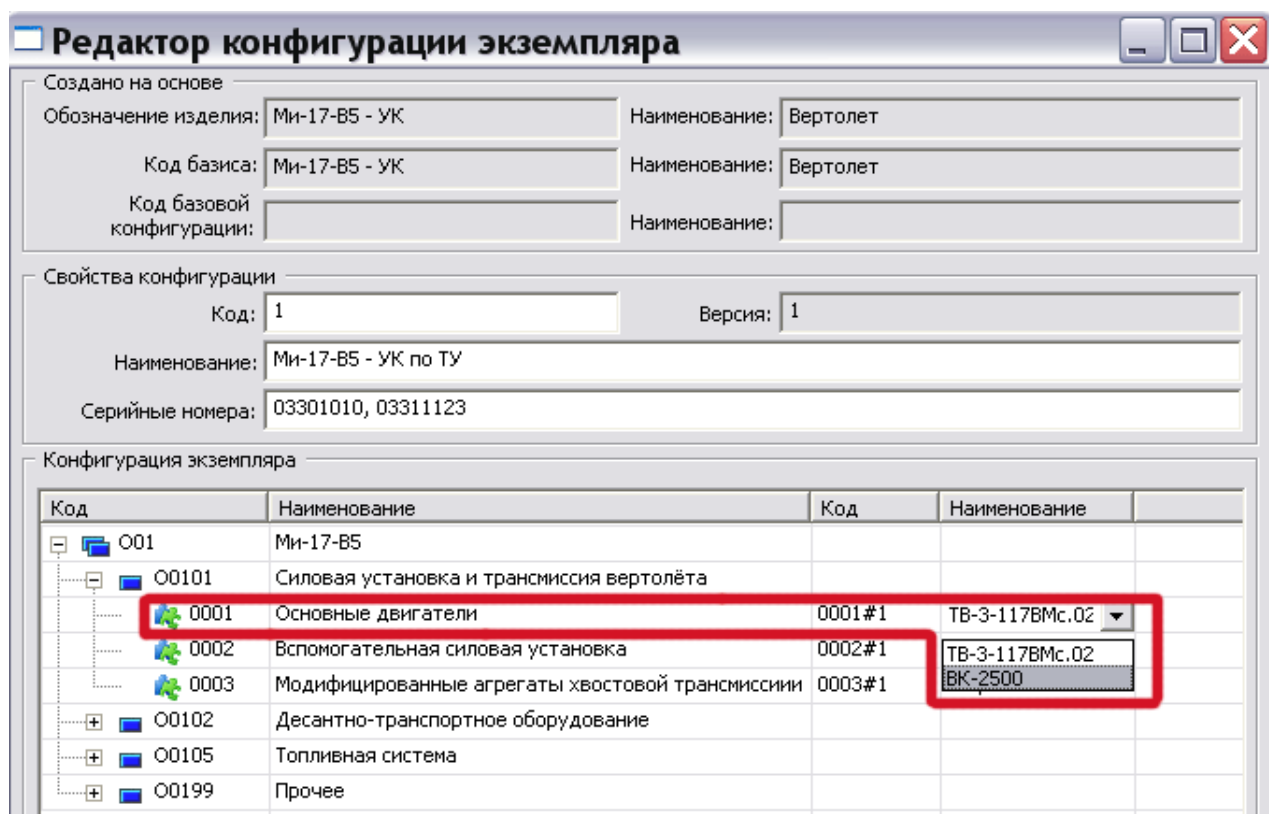

Рис. 48
3. В разделе **Свойства конфигурации** введите свойства создаваемой конфигурации, взятые из документации, например из технического задания (Рис. 48):
4. В таблице **Конфигурация экземпляра** раскройте дерево опционов и выберите в наименовании каждого опциона значение для создаваемой конфигурации или параметр «Установлено» / «Не установлено». Пример выбора значения опциона «Основные двигатели» показан на Рис. 48.